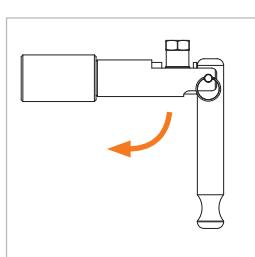

Abbildung 5
► Betätigen Sie den Spannhebel (Pos. 2) nach oben bzw. unten (*Abbildung 5*). Der Adapter zieht sich selbstständig an den Prüfling an und stellt eine druckdichte Verbindung her.